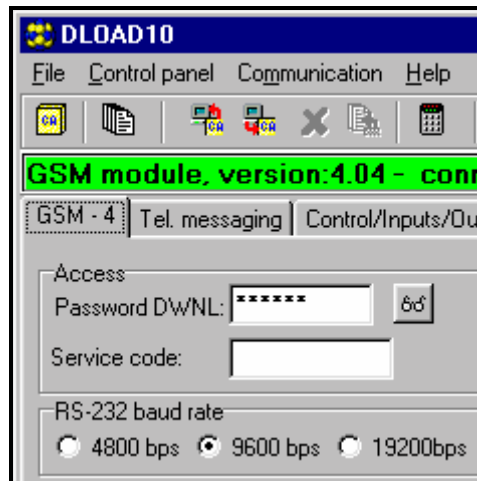

Рисунок 13.
4. Ввести пароль для DOWNLOADING (запрограммированный в модуле сервисной функцией „Код DWNL” - смотри рисунок 13). По умолчанию, пароль в модуле GSM-4 не запрограммирован.